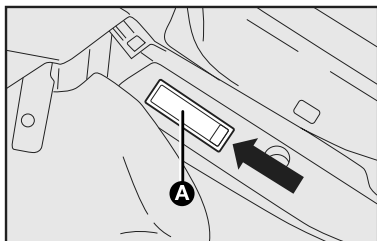

fig. 23
- com uma chave de fenda (não fornecida), retirar a lente **A-fig. 23** atuando no ponto indicado;